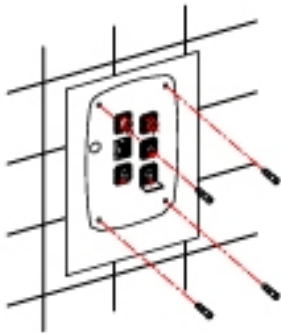

Figura 4
- Realizar cuatro taladros de 0.31" (8 mm) de diámetro en la pared, utilizando la plantilla suministrada (Figura 4).